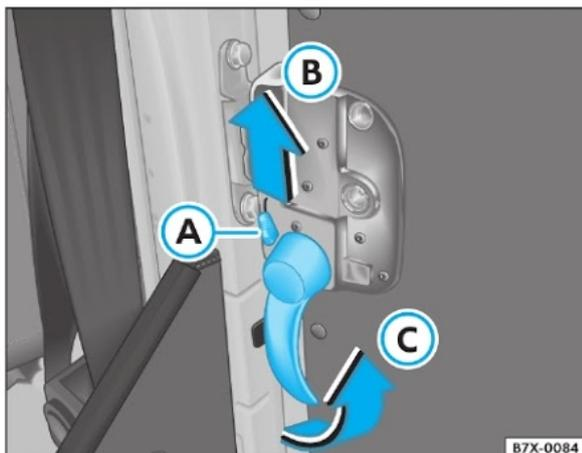

Fig. 25 Sequência para abertura da porta corredeira
- Destranque a porta, levantando o pino-trava ⇒ fig. 25 (B) no sentido da seta (B).
- Gire a maçaneta para trás ⇒ fig. 25 (C) e abra a porta parcialmente.
- Abaixe o pino trava ⇒ fig. 25 (A) para trancar a porta.
A porta pode ser trancada, pelo interior do veículo, abaixando-se o pino-trava ⇒ fig. 25 (A), após a porta ser corretamente fechada. Neste caso, ela também pode ser aberta com a chave, pelo lado de fora do veículo.